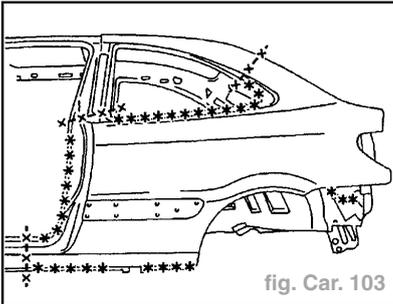

fig. Car. 103
- Aile arrière : tracer puis découper à l'aide d'une scie (fig. Car. 103).